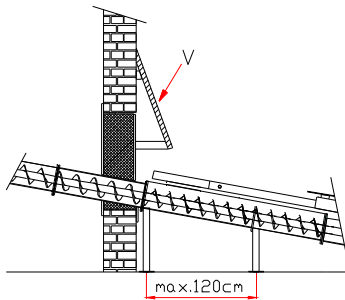

Abb. 3
- 15.) Die Abschottung (V) (Abb.3) der Revisionsöffnung ist bauseits herzustellen und verhindert unkontrolliertes Ausfließen von Brennstoff in den Heizraum. 40 cm über der Austragschnecke, 40 cm von der Lagerraumwand entfernt und 80 cm breit, ist eine 3 cm starke Brettschräge im Winkel von ca. 20° zu montieren. Die Konstruktion muss ausreichend befestigt und an der Unterseite ausreichend abgestützt werden.